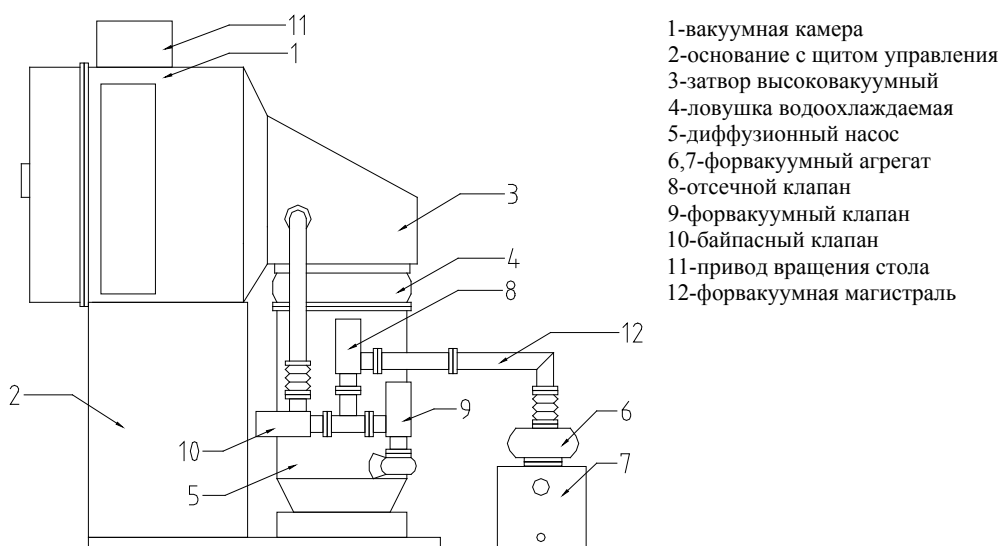

Рис.1 Вакуумный откачной пост установки УНИП-500
3.2. Проверьте уровень масла в насосах АВД-50 и НВР-60 (поз. 6, 7 Рис.1).
- включится первая ступень форвакуумного агрегата VP1 (см. рис.1 ВТНП900.004.ТО);